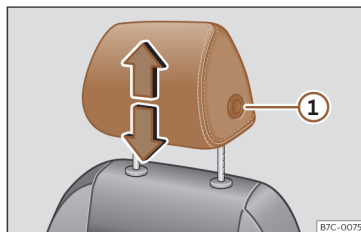
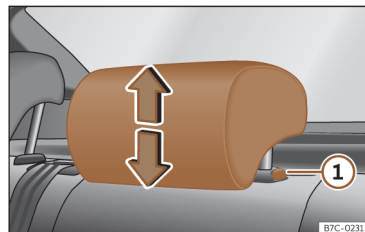

Fig. 70 Siège avant : réglage de l'appuie-tête.
Fig. 71 Appuie-tête arrière : réglage de l'appuie-tête.
- Saisissez l'appuie-tête des deux côtés avec les mains puis poussez-le vers le haut jusqu'à ce qu'il s'enclenche dans la position désirée. Pour le rabaisser, faites de même en appuyant sur le bouton latéral ① >>> **fig. 70** , >>> **fig. 71**.